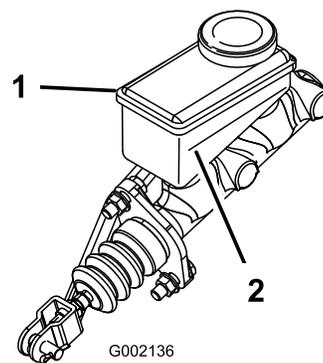

Bild 43
3. Sehen Sie sich die Seite des Behälters an. Der Stand sollte über der Minimummarkierung liegen (Bild 43). Wenn die Bremsflüssigkeit niedrig ist, reinigen Sie den Bereich um den Deckel, nehmen Sie den Deckel ab und füllen Sie den Behälter bis über die Minimummarkierung. Füllen Sie nicht zu viel ein.